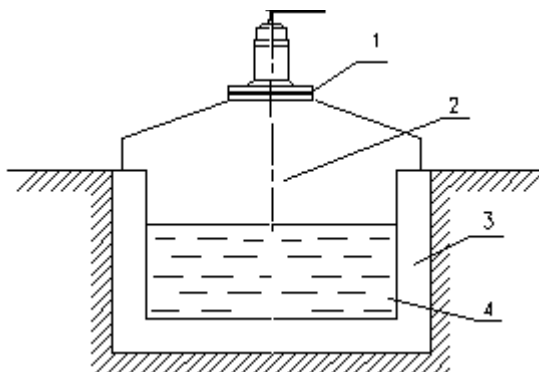

Рис.1. Схема установки акустического преобразователя для измерения расхода в открытом канале
- произвести монтаж расходомера в соответствии с рис.1;